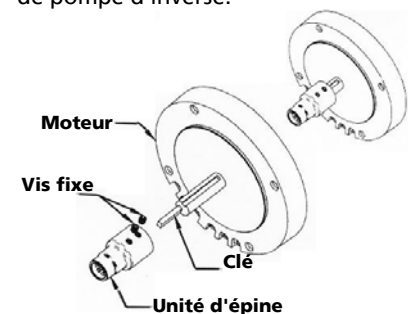

Figure 8- L'Attelage moteur d'Arbre
- Enlever quatre boulons du corps de pompe et doucement l'assemblée de pompe de force du moteur, remplacer le moteur si nécessaire, voir la Figure 8.